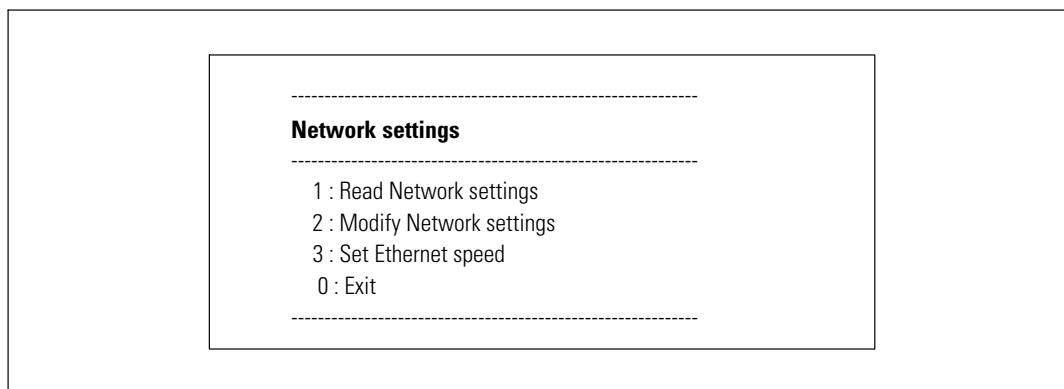

Figura 9. Menú Configuración de red
- 1 En el menú principal, escriba **2** y presione **Intro**. Se muestra el menú Configuración de red (consulte la Figura 9).